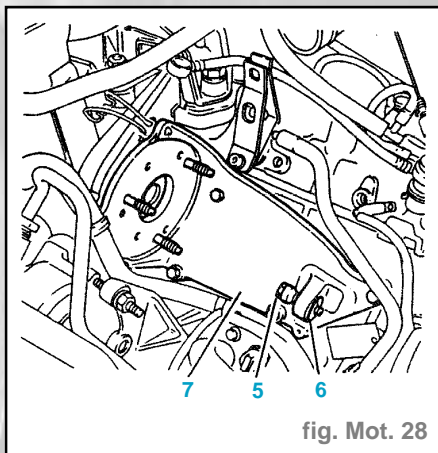

fig. Mot. 28
- S'assurer de la présence de la vis (5) et de la rondelle (6) sur le support de pompe d'injection (7) (fig. Mot. 28).